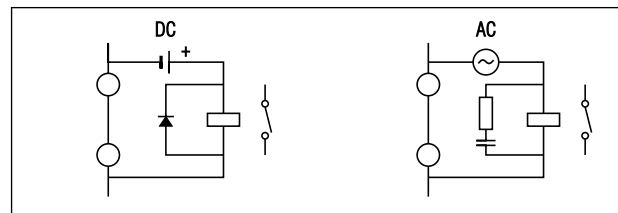

Abbildung 1-7 RC-Glied
- Wenn die Relaisausgänge zum Schalten induktiver Lasten wie Hilfsrelais verwendet werden, installieren Sie eine Schutzdiode bzw. ein RC-Glied wie in Abbildung 1-7 gezeigt.